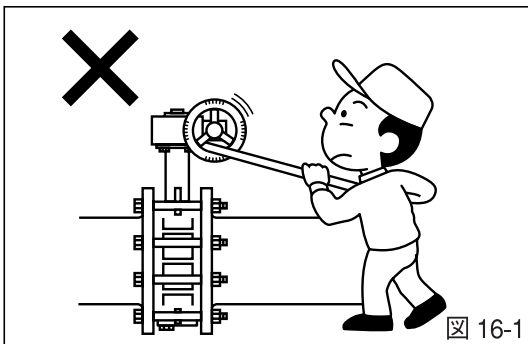

図 16-1
- ハンドル操作時の注意：ハンドルの操作は必ず手で行ってください。ハンドルにレバーなどをかけたり、二次的な道具を使って開閉すると、故障の原因となりますので、絶対に避けてください。（図16-1）